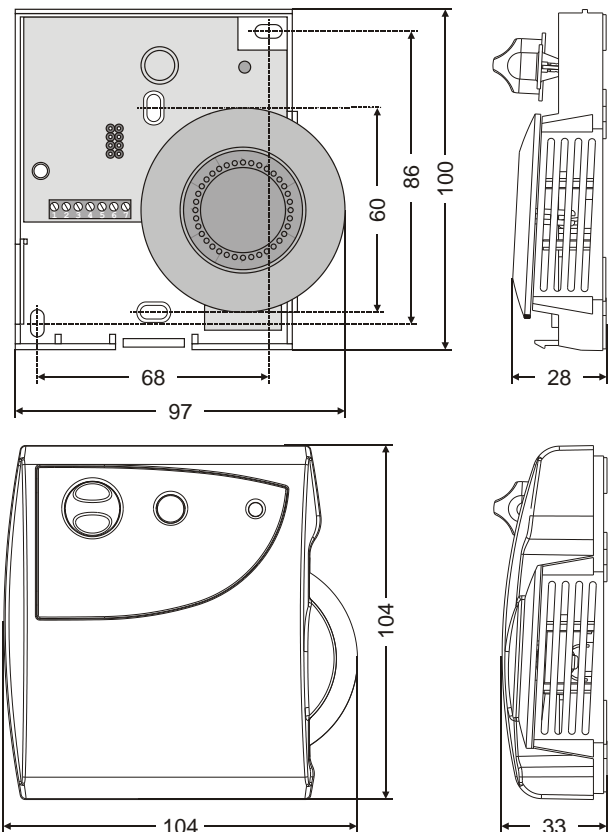

Fig. 2. Trous de perçage et dimensions (mm)
Les combinés d'ambiance peuvent être montés sur une boîte d'encastrement de 60 mm de diamètre à l'aide de vis 3,5 mm ou sur un mur (voir Fig. 2). Pour la fixation directe sur un mur, utiliser le type de vis approprié à la matière du mur. Voir Fig. 2 pour le perçage des trous de fixation et les dimensions de montage (la figure représente les CLCM5T,6T mais les dimensions sont identiques pour tous les modules).
3. a) Montez le combiné sur une boîte d'encastrement ou b) percez des trous dans un mur (voir Fig. 2) et montez le combiné avec les vis appropriées.